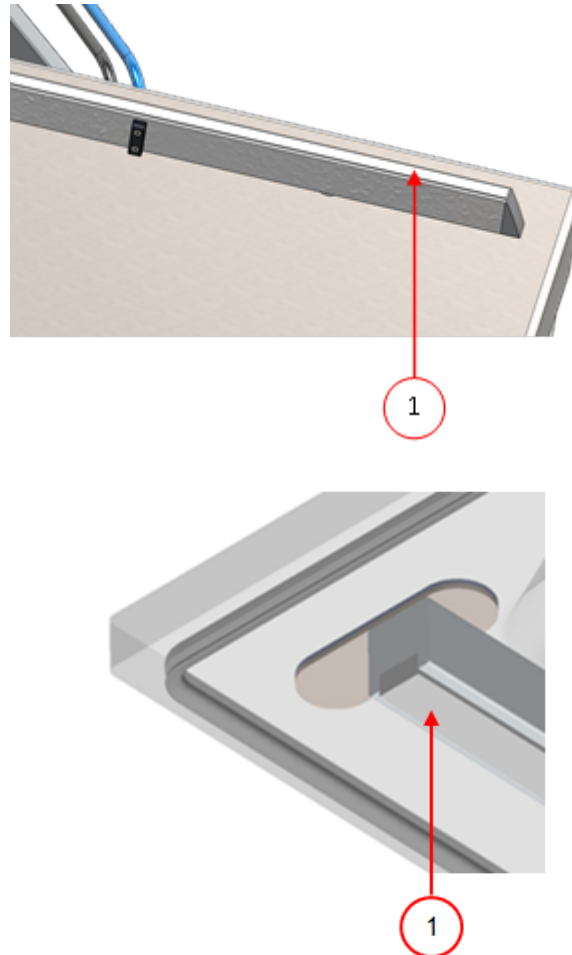

Abbildung 28: Austausch des Silikongummis der Silikonhalter
1. Ziehen Sie das alte Silikongummi vom Halter ab, vgl. *Abbildung 28: Austausch des Silikongummis der Silikonhalter* auf Seite 76.